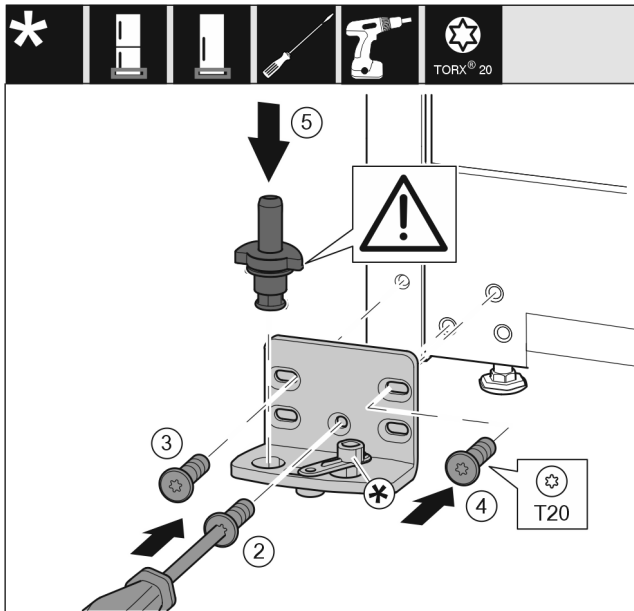

Fig. 22 \*
- ▶ Applicare il blocco di supporto sull'altro lato e avvitarlo con l'aiuto di un cacciavite. Iniziare dalla vite Fig. 22 (2) in basso al centro.\*
- ▶ Stringere la vite Fig. 22 (3) e la vite Fig. 22 (4).\*
- ▶ Inserire completamente i perni di supporto Fig. 22 (5). Facendo ciò assicurarsi che la camma di arresto sia rivolta all'indietro.\*
- ▶ Applicare il blocco di supporto sull'altro lato e avvitarlo con l'aiuto di un cacciavite. Iniziare dalla vite (2) in basso al centro.\*
- ▶ Stringere la vite (3) e la vite (4).\*
- ▶ Inserire completamente i perni di supporto (5). Facendo ciò assicurarsi che la camma di arresto sia rivolta all'indietro.\*